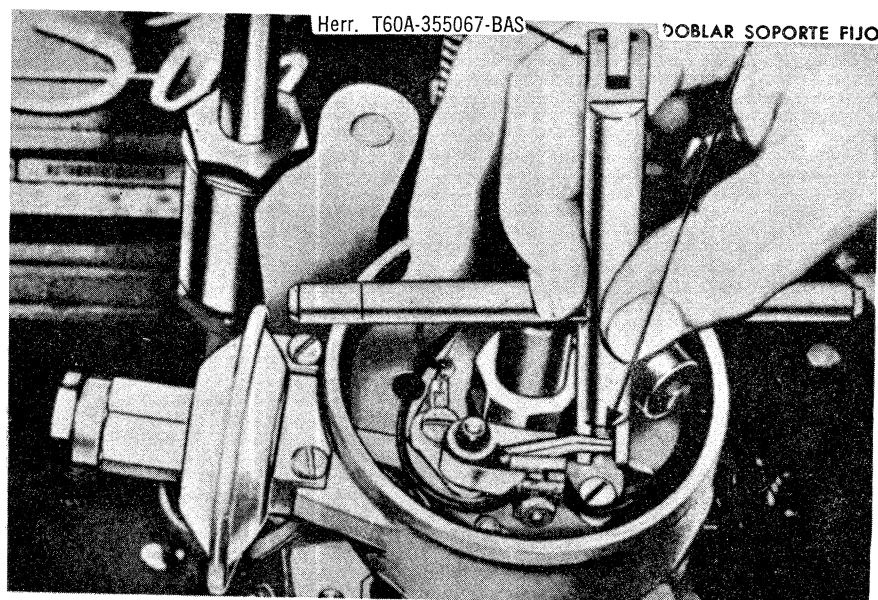

Fig. 13 — Alineando los Contactos del Distribuidor. Típico.
2. Alínee los contactos para que las puntas hagan contacto total una con la otra; doble el soporte del contacto estacionario (Fig. 13). **Nunca doble el contacto movable.**